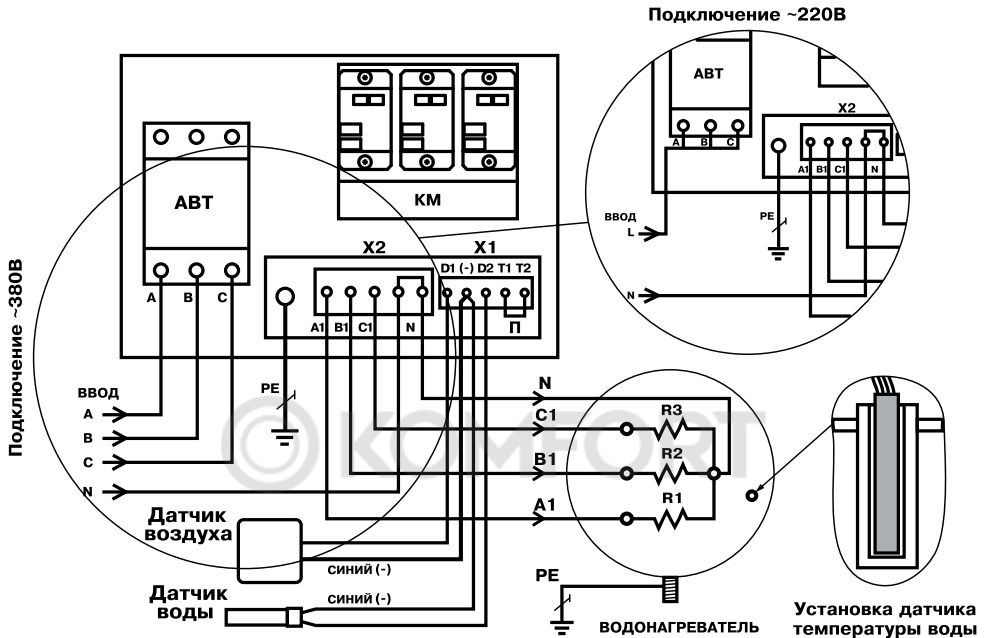
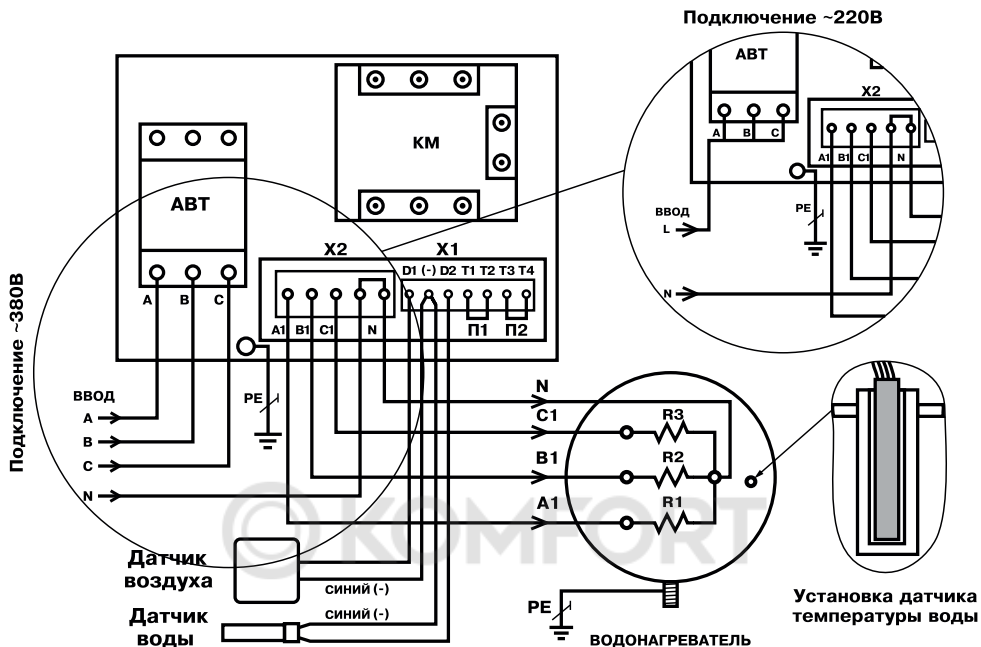

Рис.1 Схема подключения ПУ ЭВТ мощностью до 9 кВт
Рис.3 Схема подключения ПУ SSR мощностью до 9 кВт и до 15 кВт
- Эксплуатация панели управления должна осуществляться только при условии ее подключения в соответствии со схемой подключений (**Рис.1; 2; 3**);
9. Подключите панель к питающей сети кабелем соответствующего сечения, исходя из номинальной мощности котла или ТЭНБ, согласно схеме подключений (**Рис.1; 2; 3**) настоящего паспорта и инструкции по эксплуатации.
10. При подключении панели управления к однофазной сети переменного тока соедините вместе клеммы А, В, С вводного автомата и подключите их к фазному проводу питающей сети. Нулевой провод питающей сети подключается согласно схеме (**Рис.1; 2; 3**).
- Поместите в него датчик до упора, предварительно смазав термопастой (**Рис.1; 2; 3**);
- Подключите датчики к монтажной колодке X1 в соответствии со схемой (**Рис.1; 2; 3**), обращая особое внимание на полярность датчиков. Провода датчиков синего цвета, помеченные знаком (-) подключаются на клемму колодки X1, помеченную знаком (-) (**Рис.1; 2; 3**). Датчики подключаются медными проводами сечением 0,5-0,75 кв.мм необходимой длины. При длине провода более 10 метров желательно использовать провода, свитые в пары (не более 50 метров);
12. Подключите панель к котлу или твердотопливному котлу с установленным ТЭНБ, согласно схеме подключений (**Рис.1; 2; 3**) кабелем соответствующего сечения, исходя из номинальной мощности котла или комплекта ТЭНБ;
13. Выполните заземление (защитное зануление) корпуса панели, в соответствии со схемой подключений (**Рис.1; 2; 3**).
- Нулевой рабочий провод сети (N) должен подсоединяться к колодке X2 «НЕЙТРАЛЬ» внутри панели и к общему проводу ТЭН котла или ТЭНБ;
- Подключить внешний термостат к монтажной колодке X1 вместо переключки (П) **Рис.1; 2** или (П1) **Рис.3** для ПУ ЭВТ SSR до 9 и до 15 кВт.
Внимание! В случае отсутствия переключки (П или П1 для ПУ ЭВТ SSR до 9 и до 15 кВт) или срабатывания внешнего термостата, подключенного вместо переключки к колодке X1 (**Рис.1; 2; 3**) устройство будет отключено.
- Подключить датчик перегрева теплоносителя к монтажной колодке X1 вместо переключки (П2) **Рис.3**.
Внимание! В случае отсутствия переключки (П2) или срабатывания датчика перегрева теплоносителя, подключенного вместо переключки к колодке X1 (**Рис.3**) устройство будет отключено.